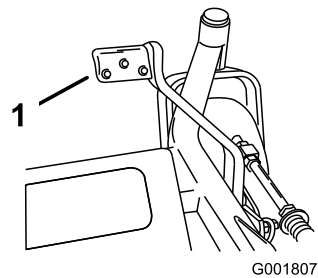

Figura 27
2. Premete la leva di sollevamento assistito mentre alzate la leva dell'altezza di taglio (Figura 27).